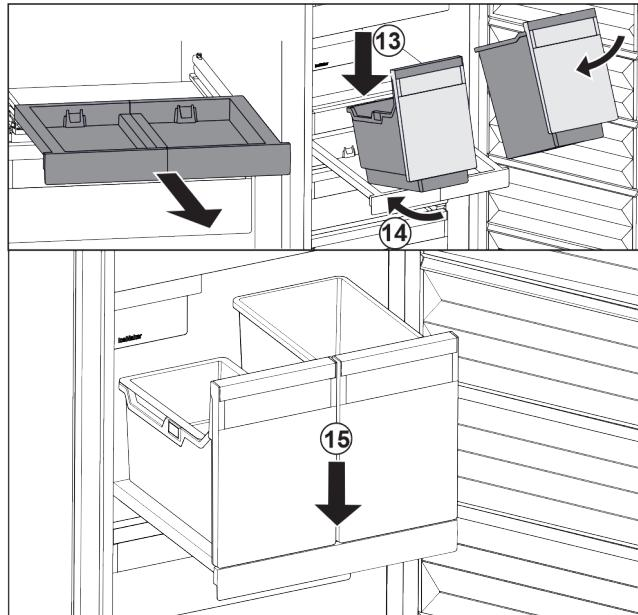

Fig. 129
- ▶ Nasadte nádobu šikmo na vysouvací desku. Fig. 129 (13)
- ▶ Zasuňte nádobu šikmo dozadu. Fig. 129 (14)
- ▶ Usaďte vpředu nádobu. Fig. 129 (15)